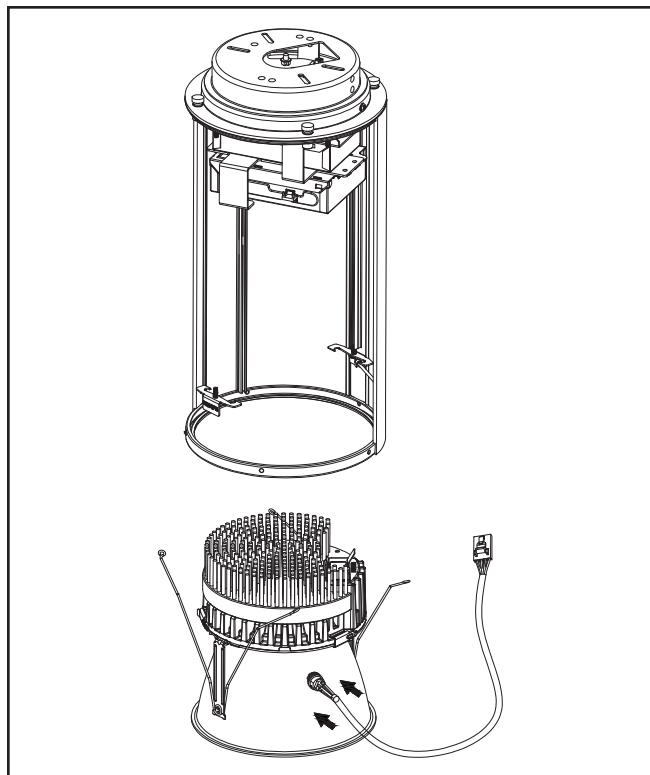

Figure 11
3. Serrez l'interrupteur d'essai dans la garniture. (Figure 11)